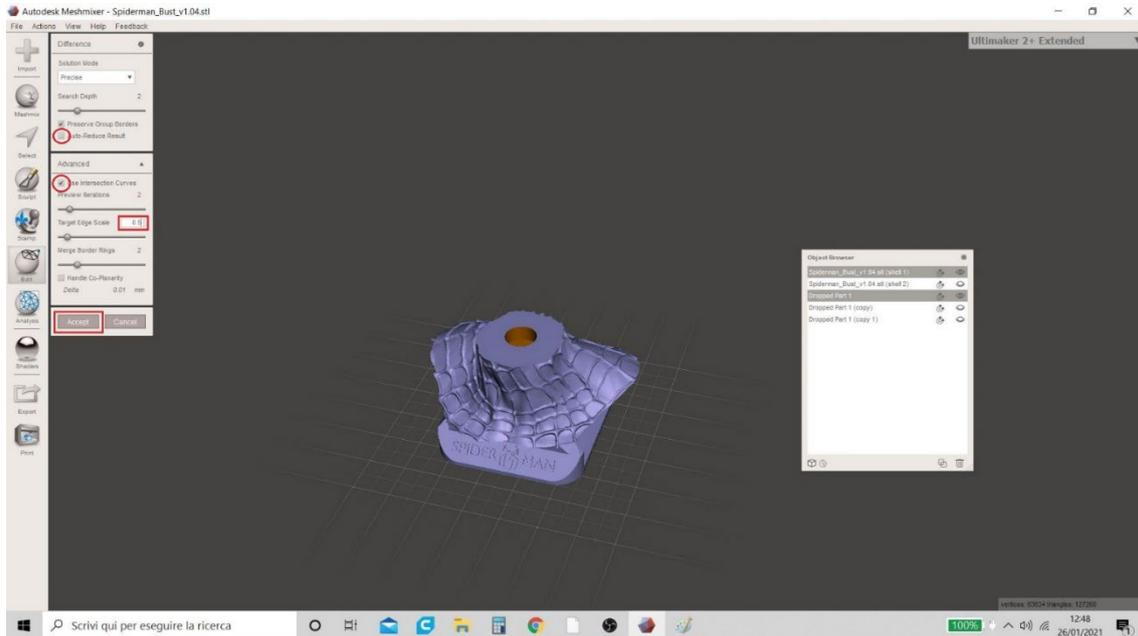

Figura 16 Meshmixer
- introduzca el valor 0,5 en el elemento "Target Edge Scale" y haga clic en "Aceptar". El procedimiento se muestra en la Figura 16 Meshmixer.